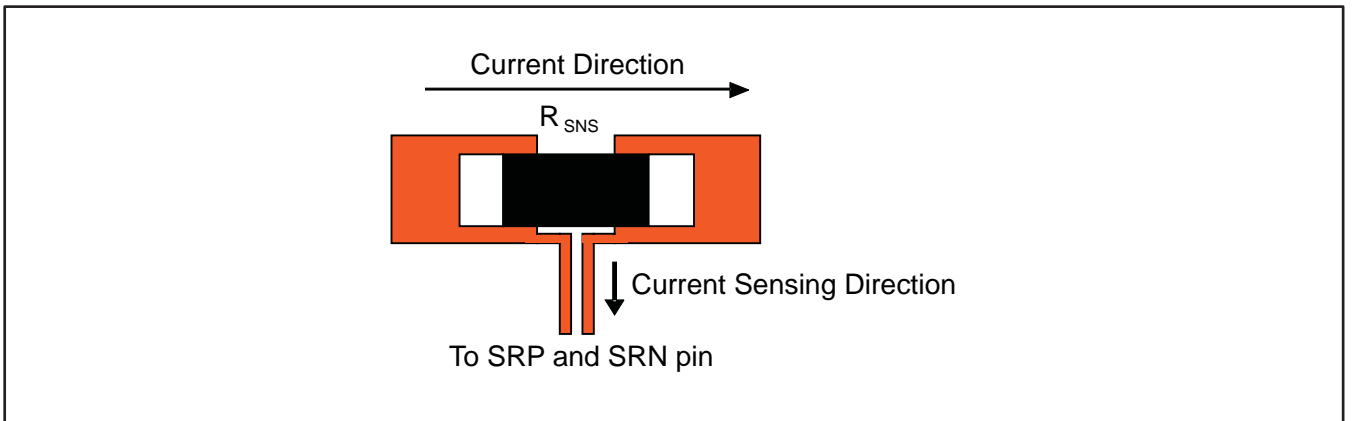

図 25. センス抵抗のPCBレイアウト
3. 充電電流のセンス抵抗は、インダクタ出力のすぐ隣に配置する必要があります。センス抵抗から同じ層内のICに戻る各センス・リードは、互いに近づけて配置(ループ面積を最小化)し、また、センス・リードは高電流経路を通らないようにしてください(電流精度を最大にするケルビン接続については、図25を参照)。これらのパターン上のデカップリング・コンデンサは、ICに隣接させて配置します。